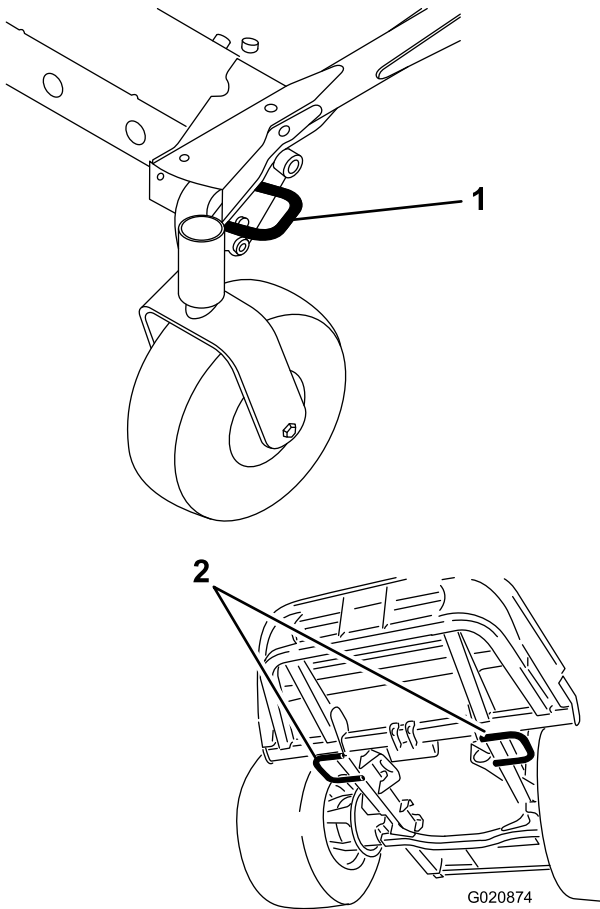

Figure 30
3. Arrimez solidement la machine sur la remorque ou le véhicule de transport avec des sangles, des chaînes, des câbles ou des cordes, selon les exigences de la réglementation locale en vigueur dans votre région (Figure 30).